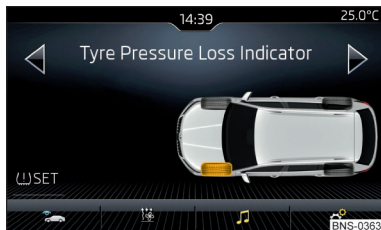

Fig. 314
- Pulsar las superficies funcionales **(U) SET** » **fig. 314**.
En caso de las luces de control iluminadas en el cuadro de instrumentos pueden mostrarse en el Infotainment los neumáticos afectados » **fig. 314**.